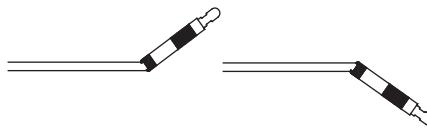

Abbildung 6
2. Als Nächstes wird der Pusher wieder gerade gebogen, erneut gebogen und wieder gerade gebogen, bis sich das Pusher-Rohr öffnet und das Auslöseelement freiliegt (Abbildung 6).